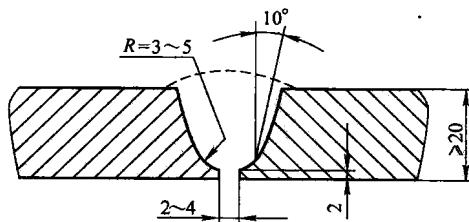

图 1-7 U形坡口
3) U 形坡口一般用于厚板的焊接，焊接变形小，一般用于重要的焊接结构，如图 1-7 所示。